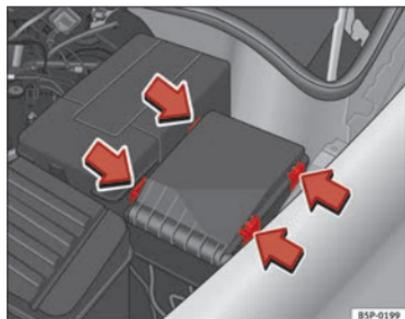

Fig. 186 Nel vano motore: coperchio della scatola dei fusibili.
- Premere le linguette di blocco nella direzione indicata dalle frecce per sbloccare il coperchio della scatola dei fusibili ⇒ fig. 186.